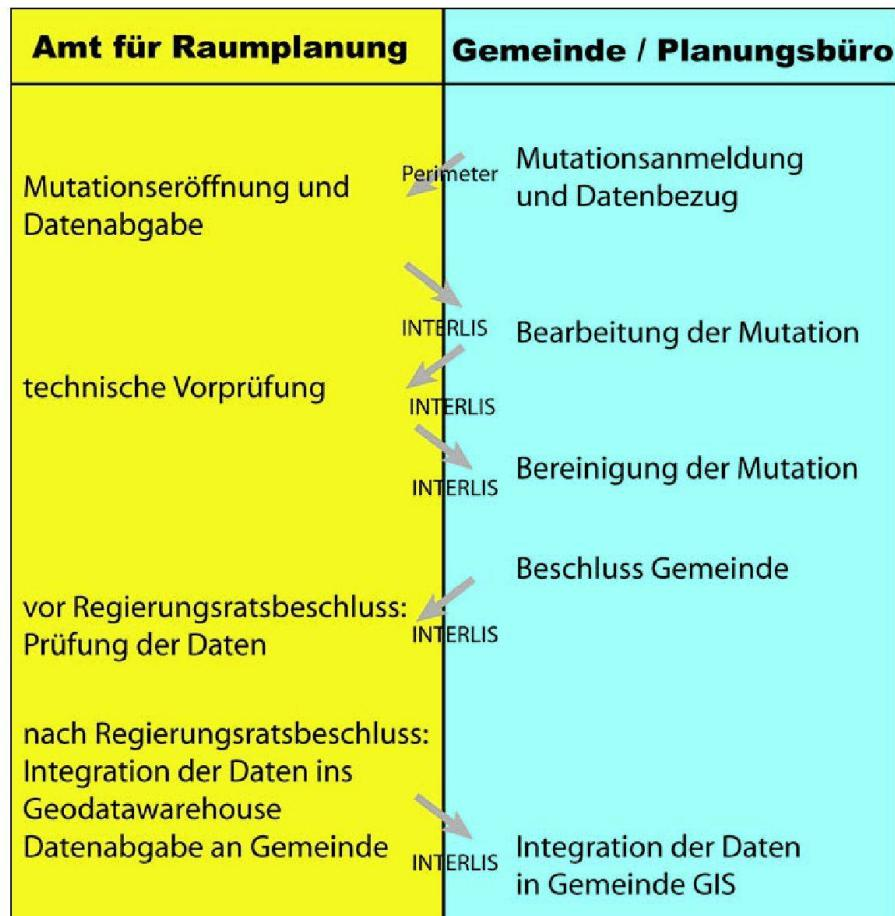

Abb. 1: Ablauf und Datenfluss für eine Zonenplanmutation.
- Der Ablauf der Datenabgabe und der Datenverifikation im Mutationsprozess zwischen Kanton, Gemeinde und Planer erfolgt gemäss dem auf der Abbildung 1 dargestellten Schema.
Um den Prozess der Datenabgabe, der Datenverifikation und der Erstellung eines nachgeführten Datensatzes im Zonenplanverfahren möglichst gut zu unterstützen, wurde das «Mutationstool» im Auftrag des Amts für Raumplanung von der Firma GEOCOM entwickelt. Es basiert auf der GEONIS-Software und unterstützt die in Abbildung 1 dargestellten Schritte. Für das Einlesen und die Konvertierung der INTERLIS-Daten wird Interlis Studio eingesetzt.